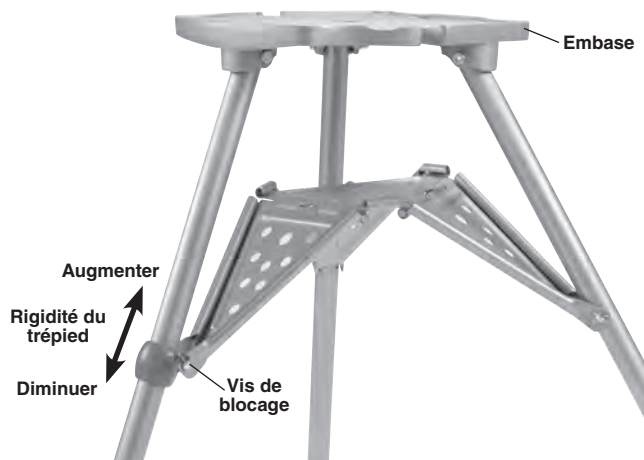

Figure 5 – Réglage du support de tablette
- b. Desserrez la vis de blocage à l'arrière du support de tablette (Figure 5).